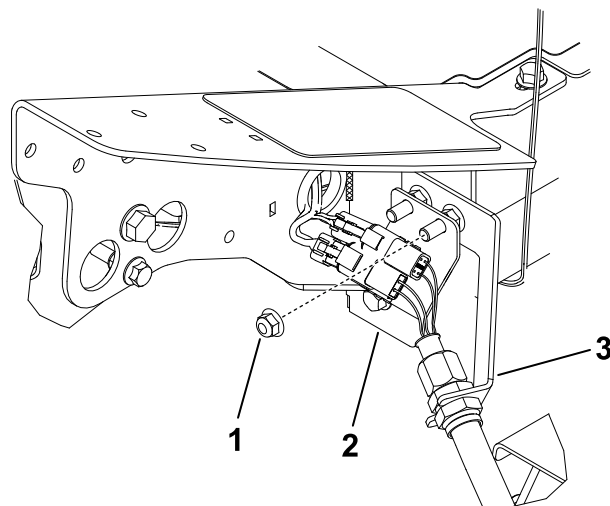

Figure 24
- Sur le coin avant gauche du cadre (emplacement de l'unité de coupe n° 4), retirez l'écrou à embase supplémentaire sur le boulon qui fixe le support de traversée à la machine (Figure 24).
- Insérez la plaque du connecteur sur les boulons de montage sur cloison en positionnant les connecteurs comme montré à la Figure 24.